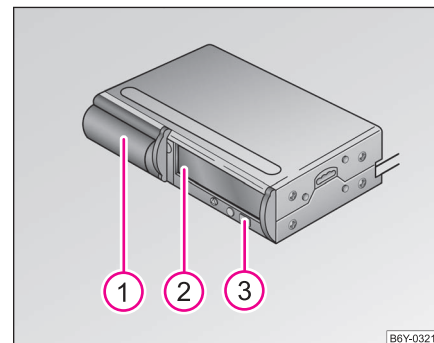

Abb. 99 CD-Wechsler ►
- Schachtverschluss ① ⇒ Seite 119, Abb. 99 ganz aufschieben.
- Drücken Sie die Taste ③. Das Magazin ② wird automatisch ausgeschoben.